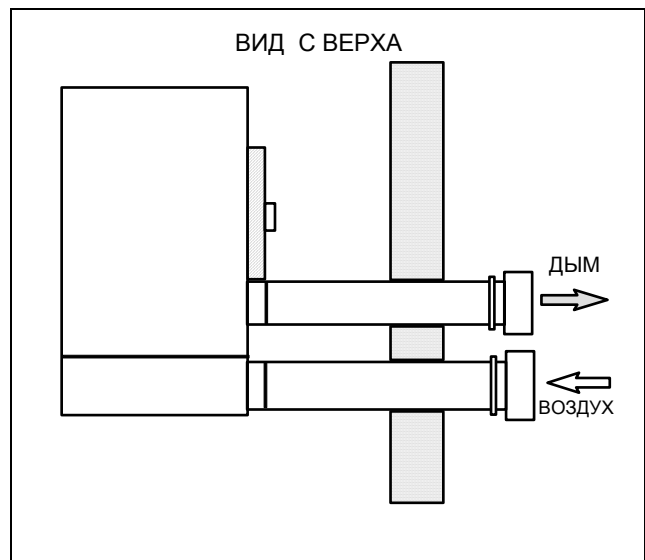
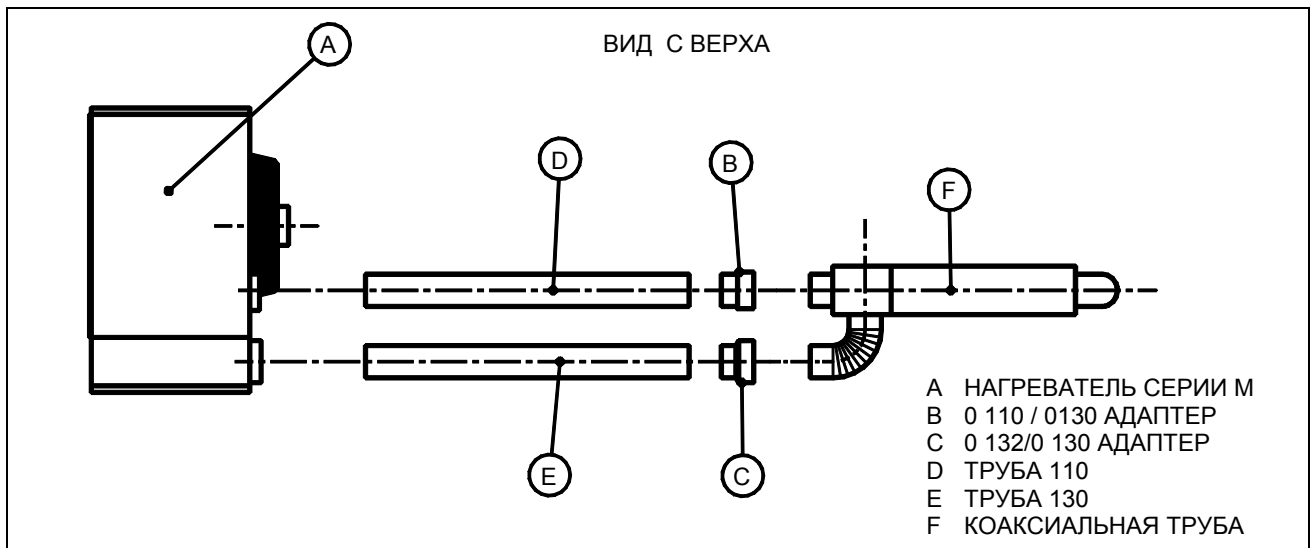

РИС. 5 – ТИП УСТАНОВКИ C12 С РАЗДЕЛЬНЫМИ КАНАЛАМИ
РИС. 6 – ТИП УСТАНОВКИ С12 С диам. 130 С КООКСИАЛЬНОЙ ТРУБОЙ
- **тип установки C12** : дымоход и впуск воздуха для горения происходит посредством или коаксиальных или отдельных горизонтальных трубопроводов, гарантируя, что устройство является полностью герметичным относительно помещения, в котором он установлен. Некоторые примеры даются на РИС. 5 и РИС. 6.